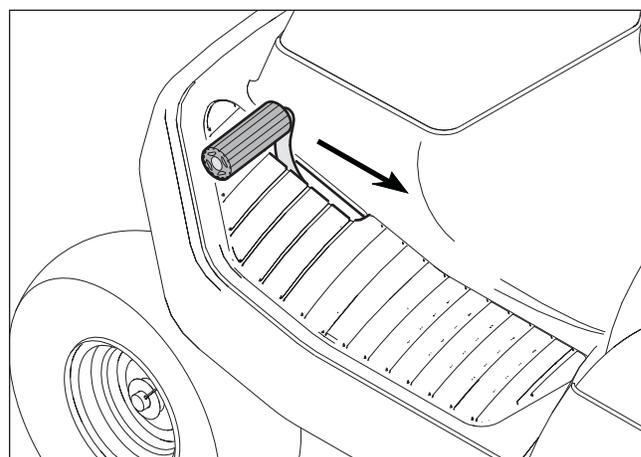

Figure 13
2. Relever lentement le pied gauche de la pédale de frein (voir la Figure 13).
1. Appuyer complètement sur la pédale d'embrayage/de frein (voir la **Figure 13**).
1. Appuyer complètement sur la pédale d'embrayage/de frein vers l'avant pour arrêter l'unité (voir la Figure 13). Conserver le pied sur la pédale.